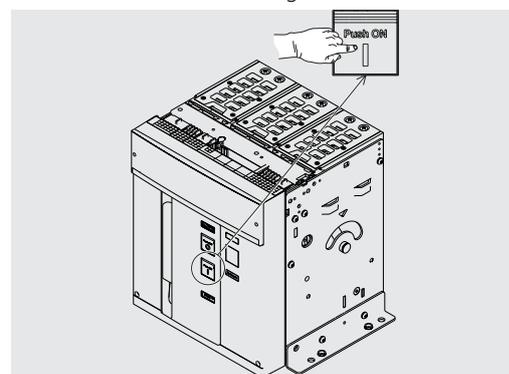

Figura 77
4. Chiusura - Premere il pulsante di chiusura "I - Push ON" come indicato in Figura 77.